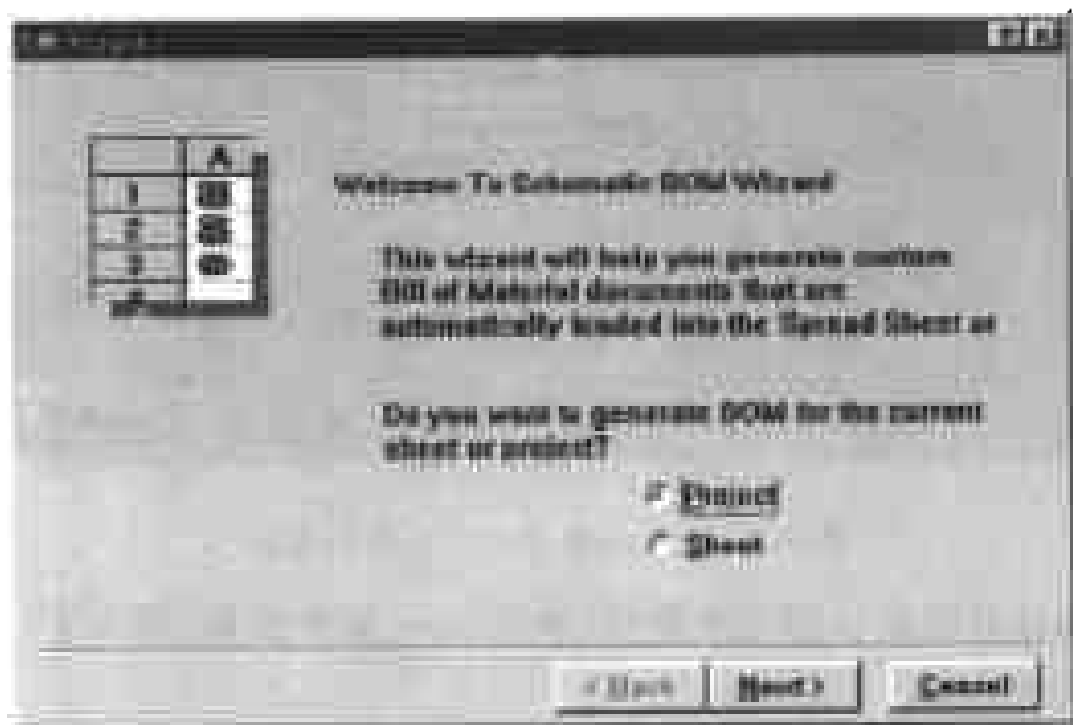
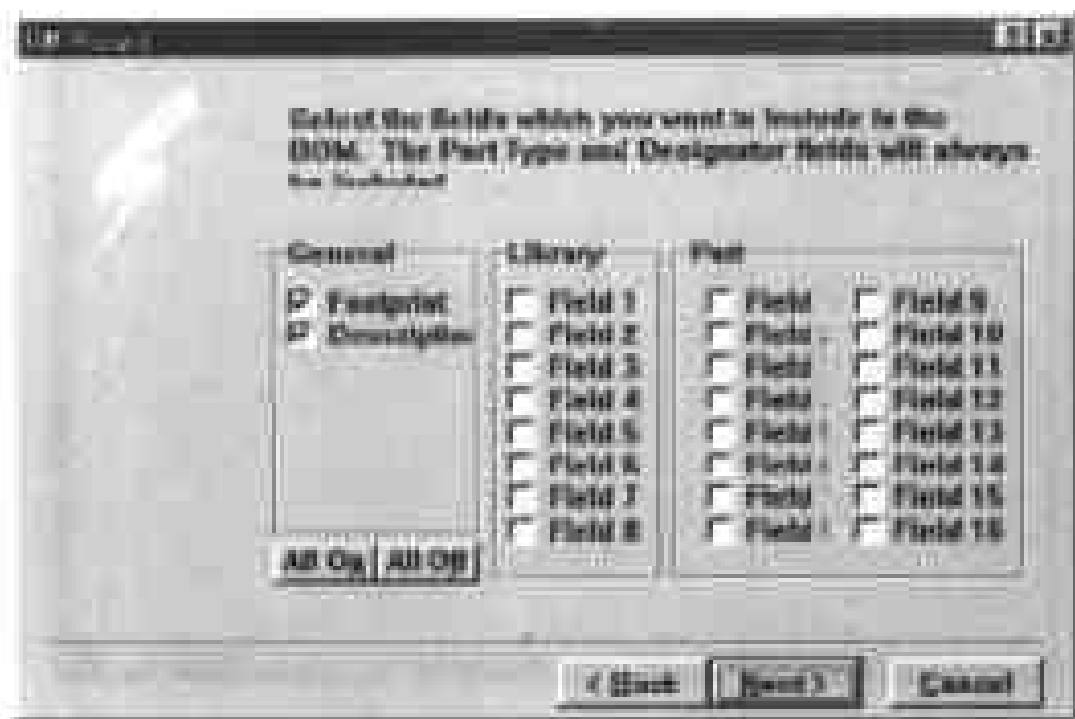

图 5-6 设置生成元件列表的范围
图 5-7 设置元件列表的内容
(1) 以第 2 章所绘制的原理图文件为例,选择 File > Open,在工作窗口中打开原理图文件。
(2) 选择 Reports > Bill of Material,弹出如图 5-6 所示的对话框,在对话框中单击 Sheet 单选钮,指定生成元件列表的范围为当前激活的原理图。
(3) 在如图 5-6 所示的对话框底部单击 Next 命令按钮,进入下一步操作,打开如图 5-7 所示的对话框。
(4) 在如图 5-7 所示的对话框中,默认情况下 General 选区中的 Footprint 和 Description 两个复选框被选中,这两个选项的作用是供用户设置元件列表中的内容。